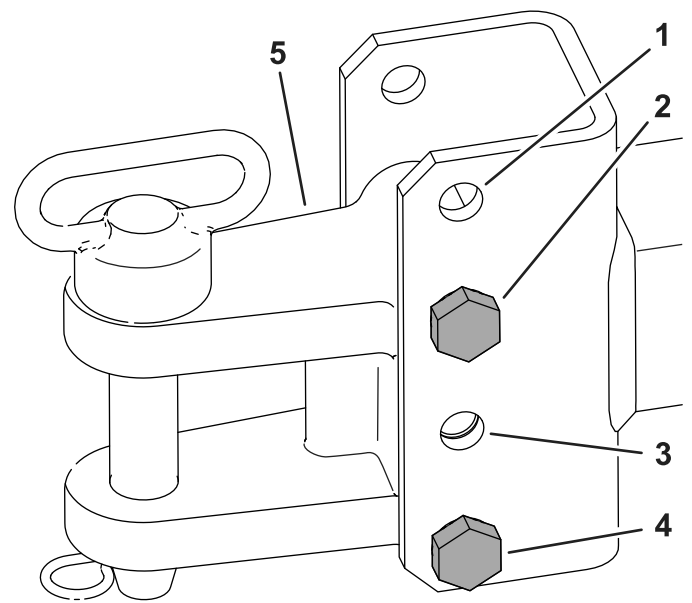

Figura 7
- Ajuste el enganche del bastidor de arrastre hacia arriba o hacia abajo según la medida del enganche de la máquina. Utilice los orificios de montaje apropiados, como se muestra en la tabla siguiente y en la Figura 7.